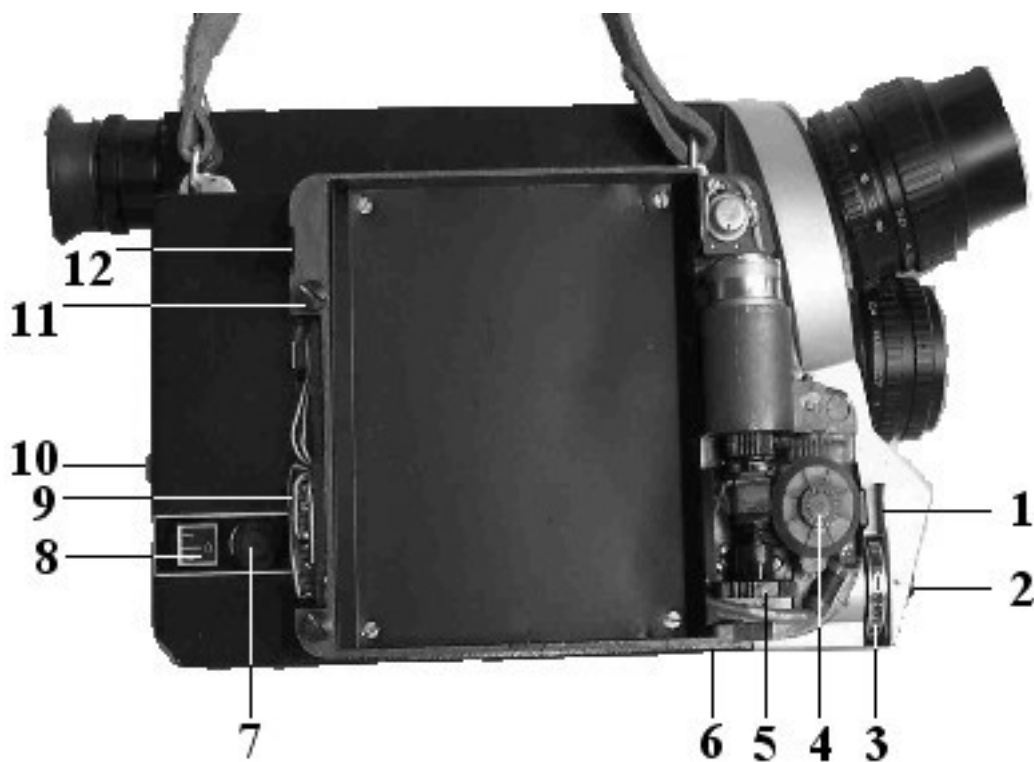
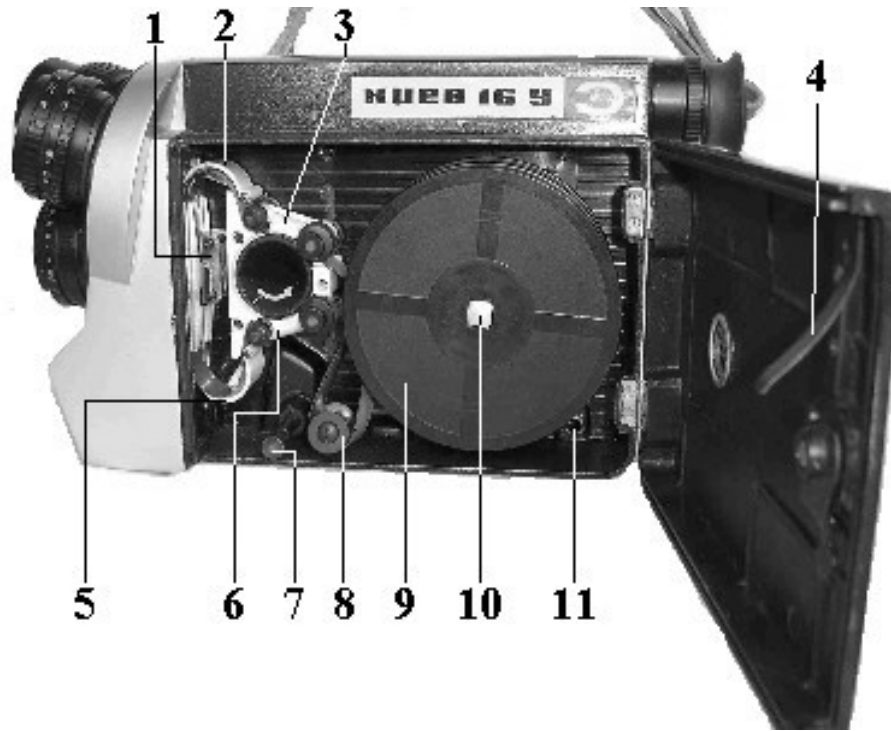

Рис. 1.
Рис. 2
3. Привод киноаппарата – электрический (от электродвигателя) постоянного тока напряжением $0,8 \text{ В}$ от блока питания с аккумуляторами ЦНК–0,45 или ЦНК–0,9 приставной, допускает обратную перемотку киноплёнки реверсом электродвигателя 9 (рис. 1).
Вращая лимб 5 (рис. 1) до совпадения точек на нем с красной точкой на корпусе привода, установите скорость съёмки.
Установите режим съёмки путем совмещения нужной буквы на вращающемся кольце переключателя съёмки 3 (рис. 1) с красной точкой на корпусе:
Вращая рифленые кнопки 7, 10 (рис. 1), установите счетчики метража и кадров на «0». Нажмите на спусковой курок рукоятки или на пусковую кнопку на короткое время. Убедитесь, что механизм аппарата работает.
Поверните разделитель бобин 11 (рис. 2) против часовой стрелки до упора в стенку корпуса.
Установите бобину с пленкой на ось наматывателя 10 (рис. 2) так, чтобы при разматывании пленки бобина вращалась по часовой стрелке.
Откройте верхнюю каретку 3 (рис. 2) и отведите ее от зубчатого барабана до упора. Обрезанную резакон 4 пленку (рис. 2) пропустите под ролик верхней каретки так, чтобы зубья барабана вошли в перфорацию пленки.
Нажмите на кнопку пуска 2 (рис. 1) или курок пистолетной рукоятки. При этом пленка пройдет через фильмный канал и выйдет из-под нижней каретки. Длина выпущенного конца пленки должна быть достаточной для заправки в приемную бобину. Эта операция производится при скорости 16 кадр/с. Убедившись, что зубья барабана вошли в перфорацию пленки, закройте нижнюю каретку 6 (рис. 2).
Нажмите на кнопку разделителя бобин 11 (рис. 2), рычаг при этом должен обхватить ось 10 (рис. 2) наматывателя полушайбой. Свободный конец пленки пропустите через ролик 8 (рис. 2) и заправьте в бобину.
Нажмите на кнопку 7 открывания петлеобразователей 2, 5 (рис. 2) и, убедившись, что они освободили верхнюю и нижнюю петли, нажимайте на кнопку пуска и проверяйте правильность зарядки пленки.